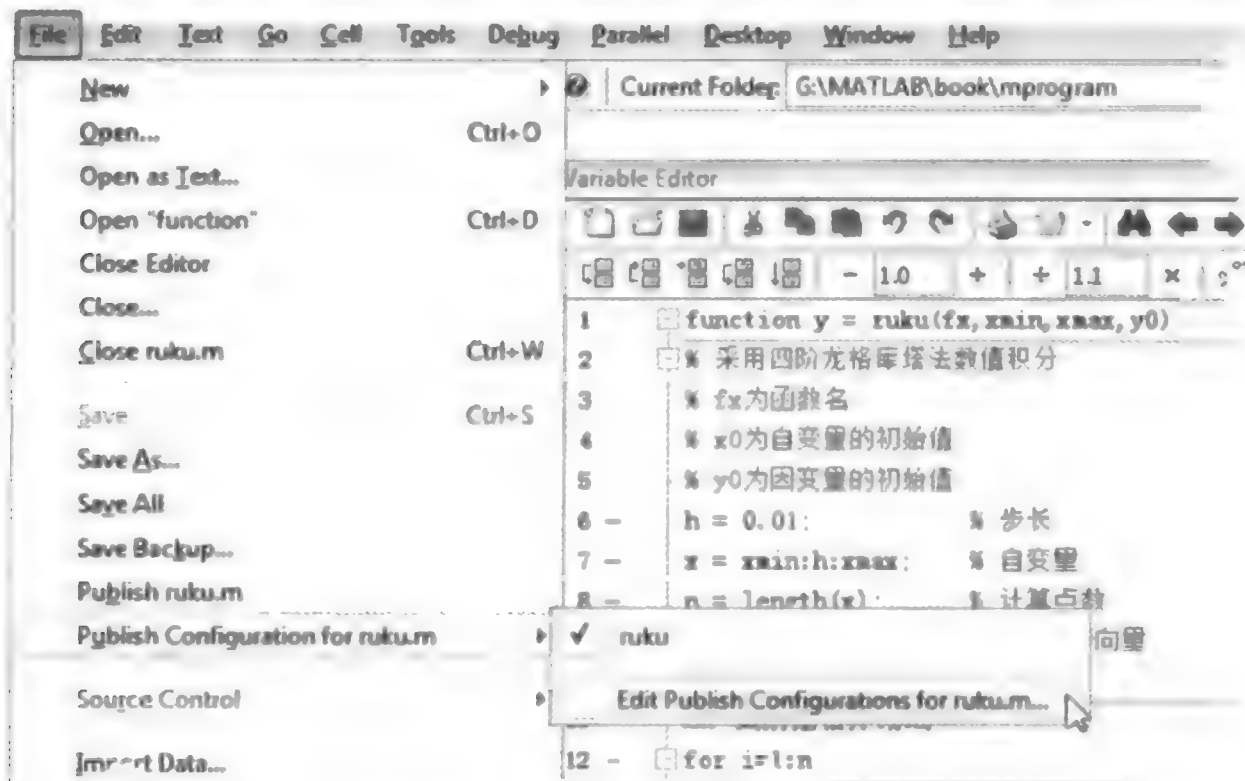
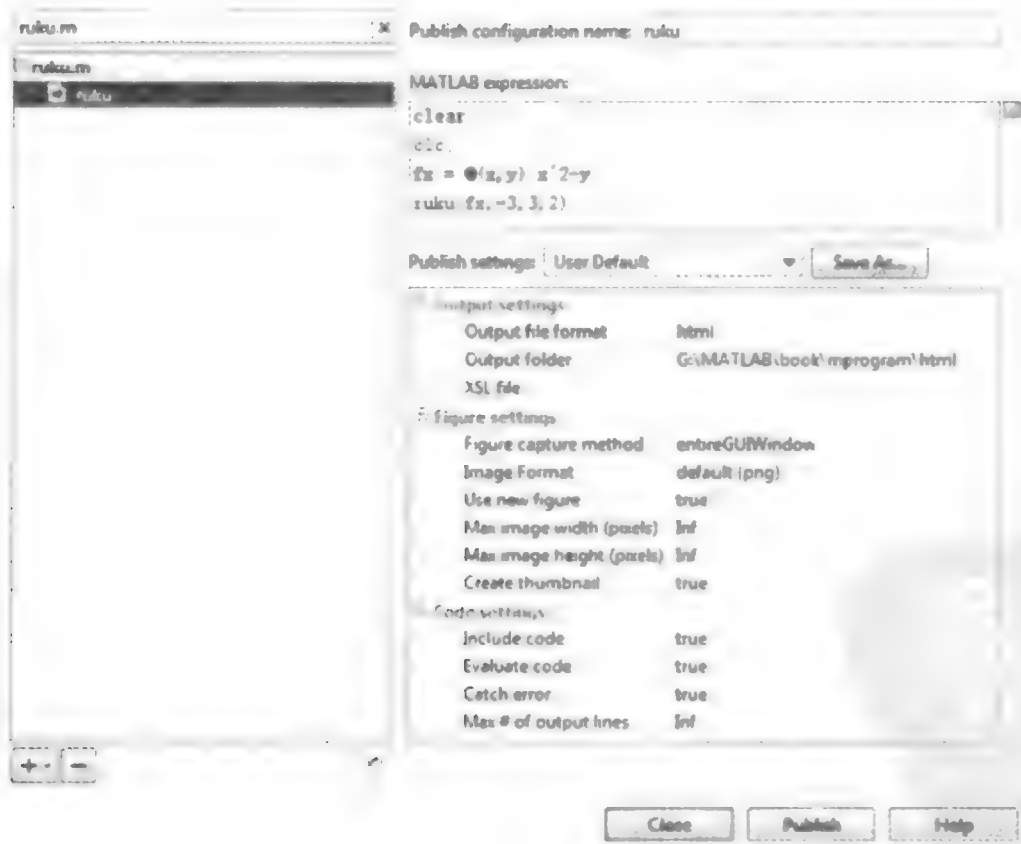

图 1.4.1 选择发布菜单项
图 1.4.2 发布配置选项
- (1) 在编辑窗口选择菜单项 File→Publish xxx 或按钮,使用默认配置发布 M 代码;
- (2) 在编辑窗口选择菜单项 File → Publish Configuration for xxx. m → Edit Publish Configuration for xxx. m... (图 1.4.1)或按钮右侧的下拉箭头→ Edit Publish Configuration for xxx. m...,修改配置选项后再行发布,如图 1.4.2 所示。
- (1) 打开 M 函数文件 ruku. m。
- (2) 选择按钮右侧的下拉箭头→ Edit Publish Configuration for ruku. m. . . 。
- (3) 在 MATLAB expression 文本框中输入函数调用代码,并需要修改发布文档的格式以及所包含的内容,如图 1.4.2 所示。